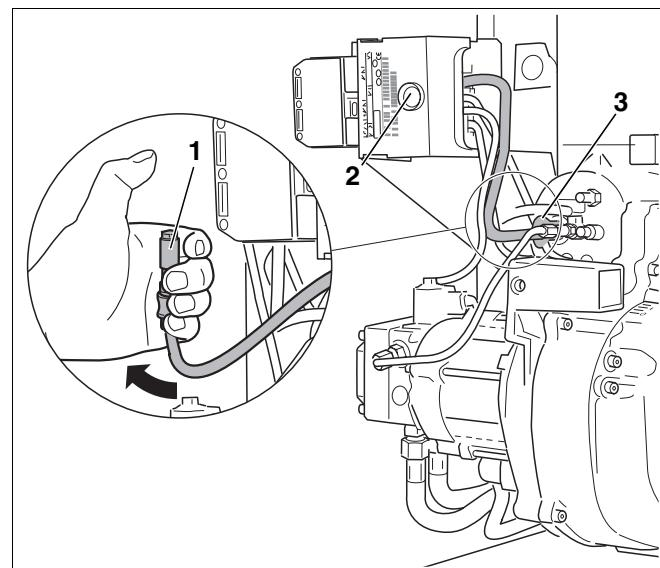

Рис. 19 Проверка работы датчика пламени
- При работающей горелке вынуть датчик пламени из держателя (рис. 19, **поз. 3**).
- Закрыть датчик пламени (рис. 19, **поз. 1**). После повторного запуска должно произойти отключение из-за неисправности.
- По истечении времени ожидания, составляющего примерно 30 секунд, нужно разблокировать автомат горения дизельного топлива, нажав кнопку подавления помех (рис. 19, **поз. 2**).